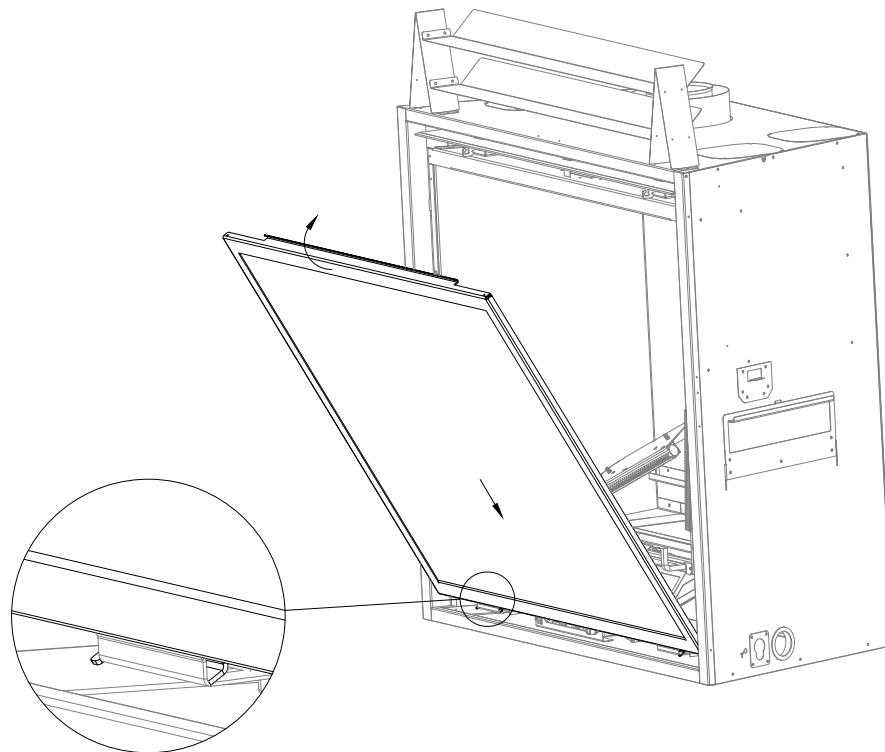

Figure 9.1 - Installation du cadre vitré
1. Inclinez le haut du cadre vitré tel que montré à la Figure 9.1. Alignez les rainures au bas du cadre vitré sur les rails-supports au bas du foyer, tout en ramenant à la verticale le haut du cadre vitré pour le mettre en place.